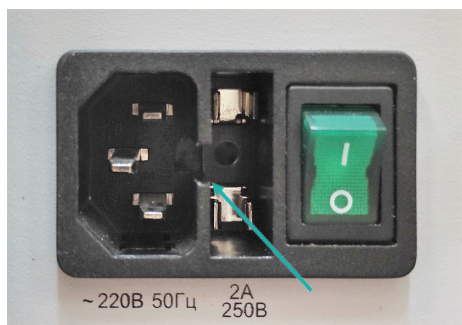

Рисунок 12 – Защелка держателя предохранителя
3.2.2. Зацепить отверткой или любым подручным инструментом защелку держателя предохранителя и извлечь ее из корпуса разъема (рисунок 12).